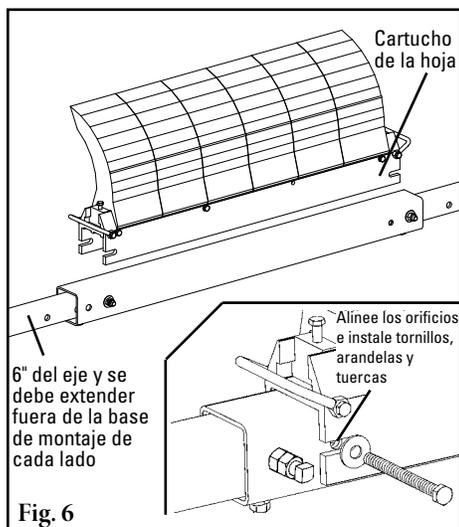

Fig. 6
6. **Instale el cartucho de la hoja.** Coloque el cartucho de la hoja en el eje central. Ajuste los ejes de extensión hasta que los orificios se alineen con los orificios en el eje central y bloquee el cartucho en su lugar con los dos tornillos, arandelas y tuercas (Fig. 6). (NOTA: Asegúrese de que por lo menos 6" (150 mm) del eje de extensión se extiendan fuera de la base de montaje en cada lado para la instalación del tensor. Ajuste los ejes de extensión en el eje central si se necesita más o menos longitud.